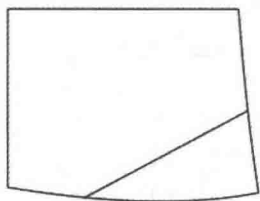

图 7-100 袋布步骤 1
(23) 袋布。
①选择 【移动】工具按住【Shift】键,进入【复制】功能。将袋布部分复制在空白处(图 7-100)。